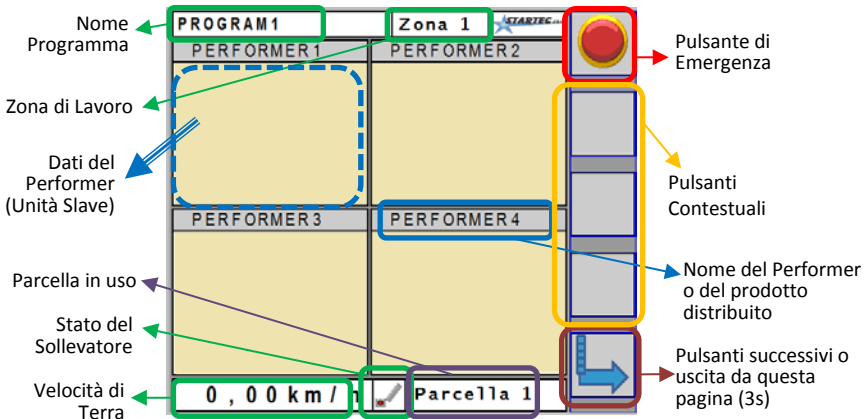

Figura 4: Descrizione dei campi nella pagina di lavoro
**Nome del Performer:** è il nome che viene utilizzato nell'area di lavoro del Performer, come descritto nella Figura 4 al paragrafo 3.1 . Il nome ha una funzione puramente descrittiva e può semplicemente ricordare il tipo di prodotto distribuito o il numero della Unità Slave.